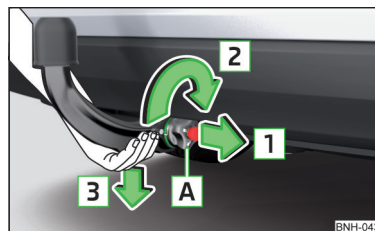

Fig. 138
- Prindeți tija cuplei din partea de jos » fig. 138.